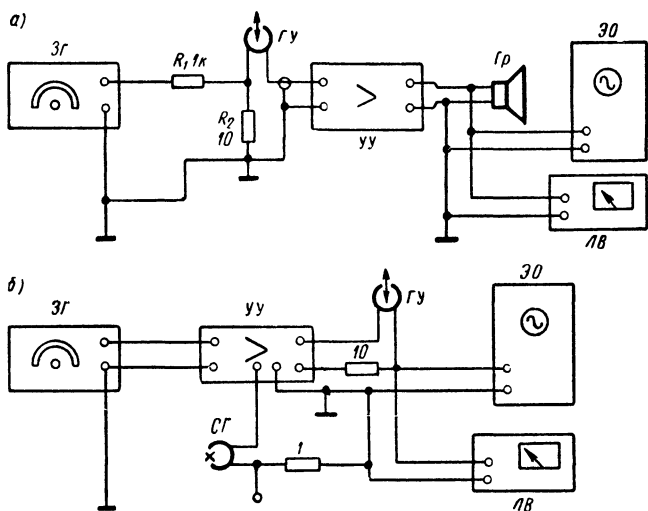

Рис. 39. Схема подключения аппаратуры для испытания и налаживания: а — канала воспроизведения; б — канала записи.
3. Проверить и наладить канал воспроизведения (рис. 39, а): а) блок питания (номинальное напряжение, стабилизация, уровень фона); б) оконечный усилитель (определить выходную мощность на частоте 1000 гц., снять частотную характеристику, определить коэффициент нелинейных искажений); в) предварительный усилитель (определить коэффициент усиления на частоте 1000 гц., снять частотную характеристику, проверить и отрегу-
5. Проверить и наладить канал записи (рис. 39, б): а) определить коэффициент усиления на частоте 1000 гц, снять частотную характеристику, проверить и отрегулировать частотную коррекцию (в усилителе и в цепи записывающей головки), определить коэффициент нелинейных искажений; б) подобрать ток подмагничивания (см. вопрос 49) и ток записи (согласно паспортным данным магнитных головок). Ток записи подбирается при